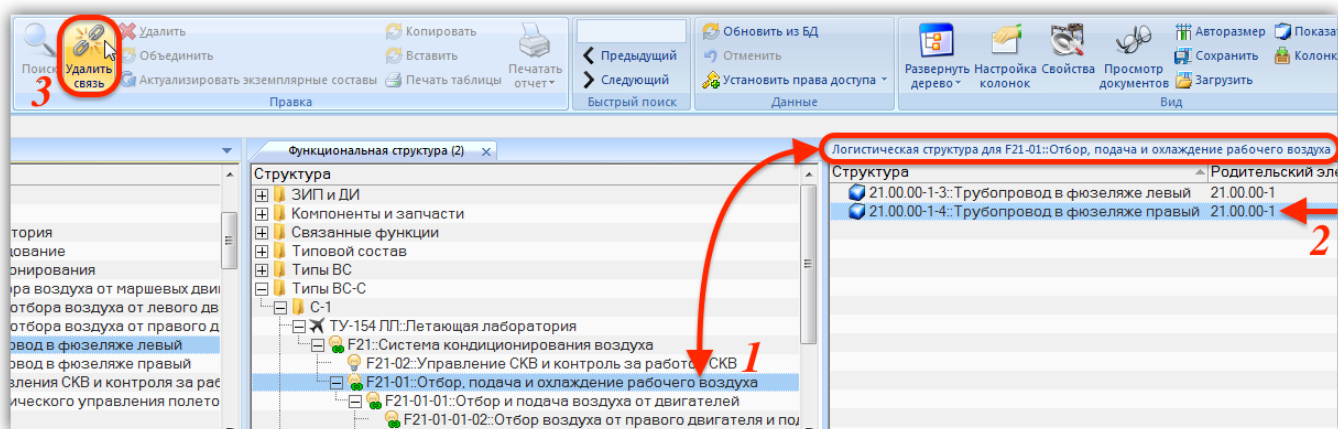

Рис. 10-300 – Окно связанных объектов «Логистическая структура» для функции
- 2) Выбрать объект логистической структуры в рабочем окне «Логистическая структура» и нажать кнопку «Выполняемые функции» панели «Связанные объекты». Откроется окно связанных функций для выбранного объекта (1 на рис. 10-300).
- 3) Выбрать функцию в окне связанных объектов «Выполняемые функции» (2 на рис. 10-300). Для выделения нескольких функций следует использовать клавиши CTRL и SHIFT.
- 4) Нажать кнопку «Удалить связь» панели «Правка» (3 на рис. 10-300).